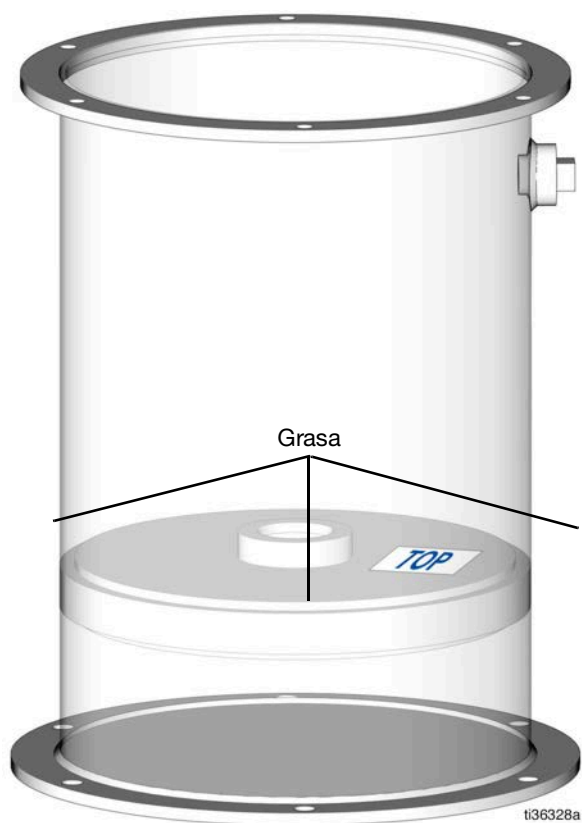

FIG. 12
5. En una instalación nueva, la junta tórica central del plato seguidor y las paredes del tanque deben engrasarse para permitir un movimiento más fácil de dicho plato (Fig. 12).
- Coloque el plato seguidor dentro del tanque con la parte superior (identificada con la palabra «arriba») orientada hacia arriba (FIG. 12).